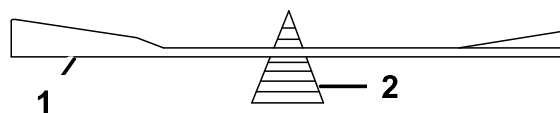

Figura 103
- Verifique el equilibrio de la cuchilla colocándola sobre un equilibrador de cuchillas (Figura 103).